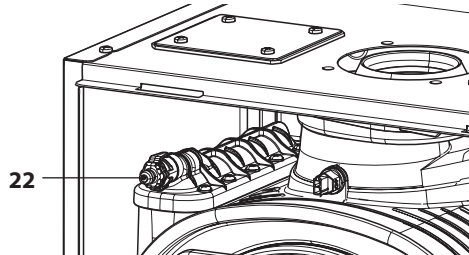

Figura 6.4
- Prima di allentare il raccordo di sfiato scambiatore primario condensante 22 in Figura 6.4 collegare un tubicino di scarico al portagomma per far defluire l'acqua in uscita.
- Riempire l'impianto di riscaldamento vedi sezione "Riempimento del circuito riscaldamento" a pagina 21 e richiudere il raccordo di sfiato scambiatore primario condensante 22 in Figura 6.4 quando da quest'ultimo inizia ad uscire acqua.